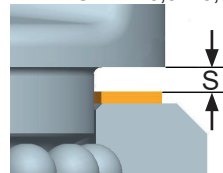

Fig. 4: distanza tra parte superiore e inferiore
- non deve essere superato il gioco massimo tra la parte superiore e quella inferiore (Fig. 4):